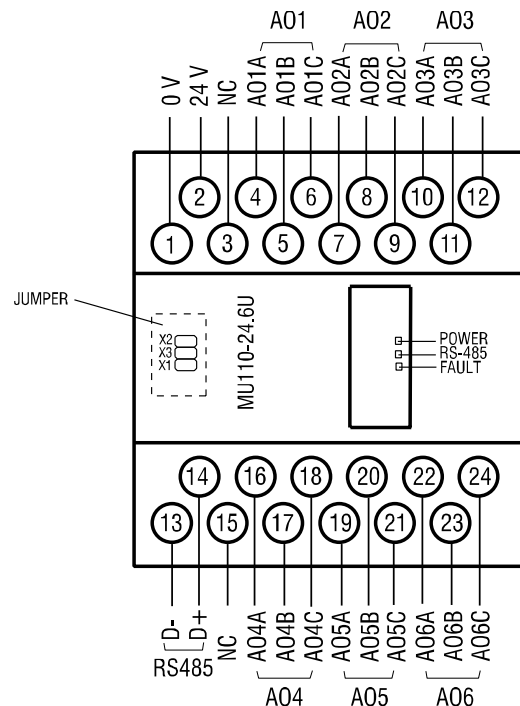
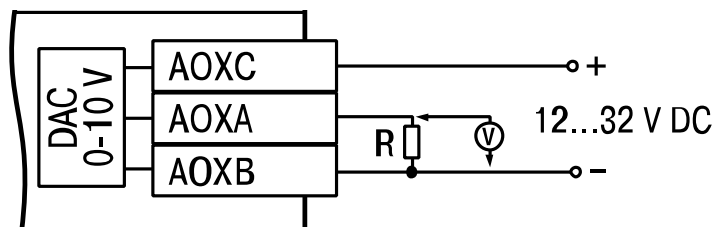

Abb. 4.1 Elektrischer Anschluss
Abb. 4.2 Ausgangsverdrahtung
Unter der Abdeckung auf der Vorderseite des Moduls befinden sich drei Jumper (siehe Abb. 4.1):
- Der elektrische Anschluss ist auf der Abb. 4.1 und Abb. 4.2, die Klemmenbelegung ist in der Tabelle 4.1 dargestellt.
- die Abdeckung auf der Vorderseite des Moduls öffnen (siehe Abb. 4.1)